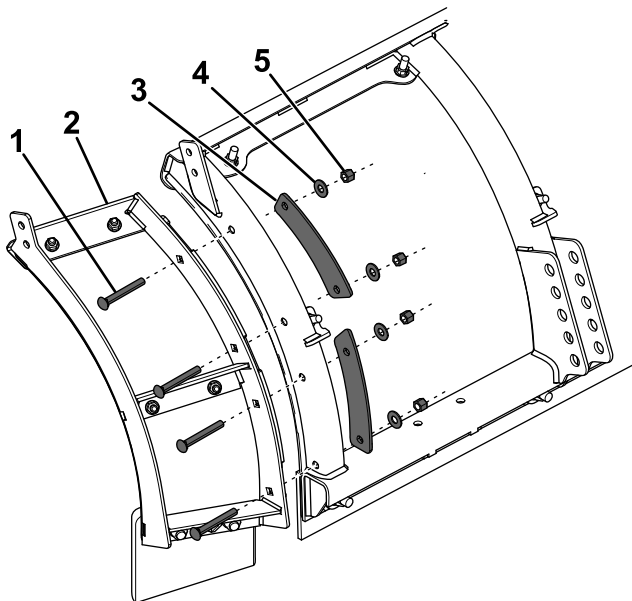

Figure 2
6. Fixez l'extension de lame et la plaque de bordure à la bordure à l'aide de 4 boulons de carrosserie, 4 rondelles plates et 4 contre-écrous ($\frac{3}{8}$ po), comme montré à la Figure 2.